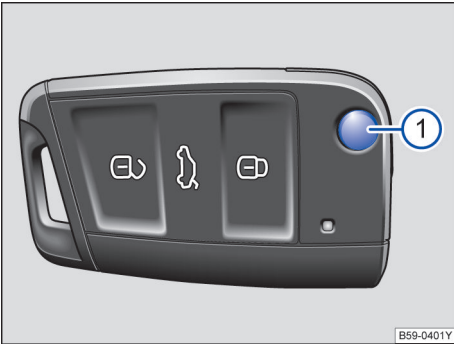

图 52 遥控钥匙
按压按钮→图 52① 即可解锁并翻开钥匙头。
**i** 如短时间内反复按压汽车钥匙上的按钮→图 52 或中央门锁某个按钮→第 65 页，则中央门锁系统将暂时关闭，防止系统过载，此时汽车处于解锁状态，必要时闭锁汽车。